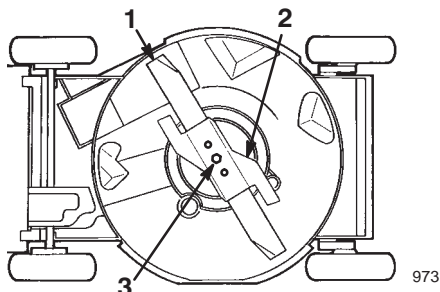

Figure 30
4. Basculez la tondeuse sur le côté gauche (filtre à air vers le haut) (Fig. 30).